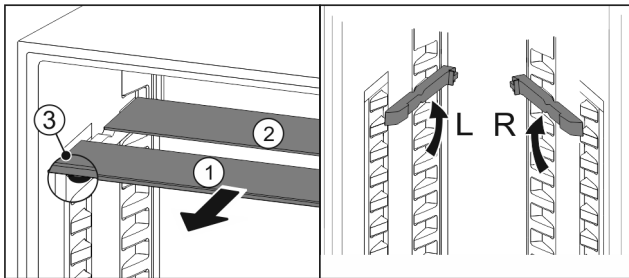

Fig. 173
- ▶ Húzza ki Fig. 173 (1) előre az üveglapokat egyesével.
- ▷ Az üveglap Fig. 173 (1) a díszléccel előre néz.
- ▷ Az ütközők Fig. 173 (3) lefelé mutatnak.